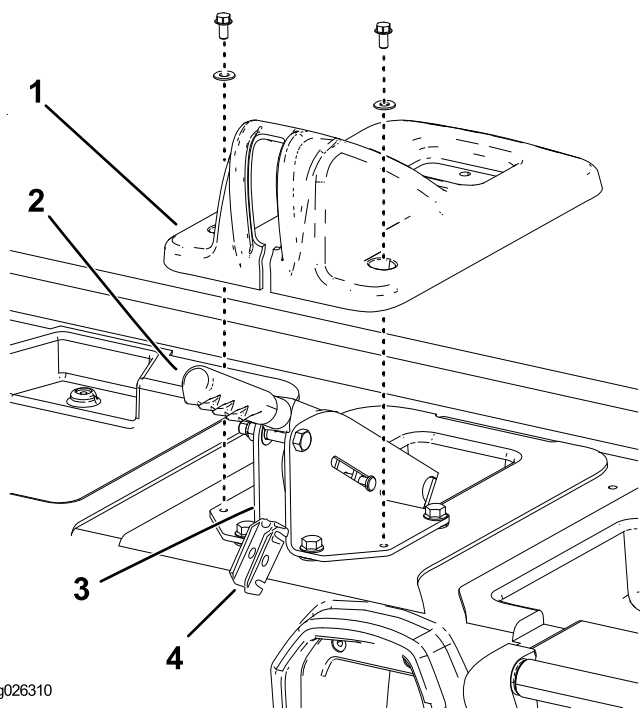

Figure 4
2. Retirez les 2 boulons et rondelles qui fixent le couvercle du frein de stationnement sur la base des sièges (Figure 4).
3. Levez le couvercle du levier du frein de stationnement et déposez-le de la base des sièges (Figure 4).
4. Retirez l'axe de chape qui fixe le support du compensateur de câble de frein à l'arrière du support de levier de frein (Figure 4).
5. Soulevez et déposez le support de compensateur puis décrochez les câbles de frein (Figure 4).
6. Retirez les clips en C qui fixent les câbles de frein à l'arrière du support de levier de frein (Figure 4).